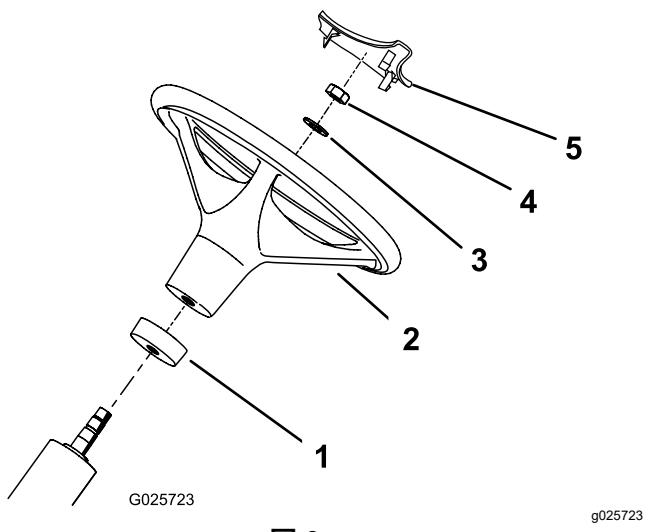

図 3
2. ウレタン製カラーを、径の小さい方からステアリングシャフトにはめ込む **図 3**。
3. ハンドルをステアリング シャフトにはめ込む (**図 3**)。
4. ハンドルをステアリングシャフトにはめ込み、ワッシャとロックナットで固定する **図 3**。
6. ステアリングハンドル用のカバーをハンドルの所定位置に押し込むようにして取り付ける **図 3**。